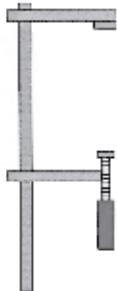

Fig. 3
- Courbure en forme de « moue ». Si la plaque a les bords déformés en forme de « moue » (**Fig. 3**) et si la courbure est supérieure à 1,5 mm par mètre (**Fig. 3**), contactez votre fournisseur HI-MACS® afin qu'il inspecte le produit et le remplace, si nécessaire.
- quelques tourniquets plus longs. **Fig. 3.**